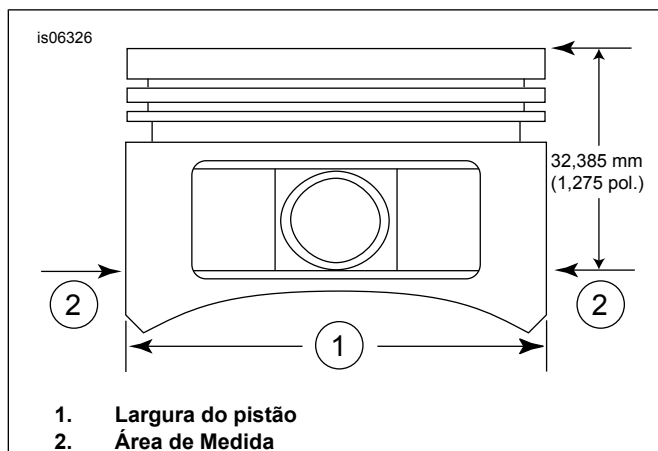

Figura 2. Medidas do pistão
- Veja Figura 2. Meça a largura do pistão (1), 90 graus horizontalmente dos dois lados do furo do pino do pistão e 1,275 pol. para baixo a partir da superfície da plataforma (parte superior) do pistão (2). Veja a Tabela 11 para o ajuste do pistão para o cilindro neste local.